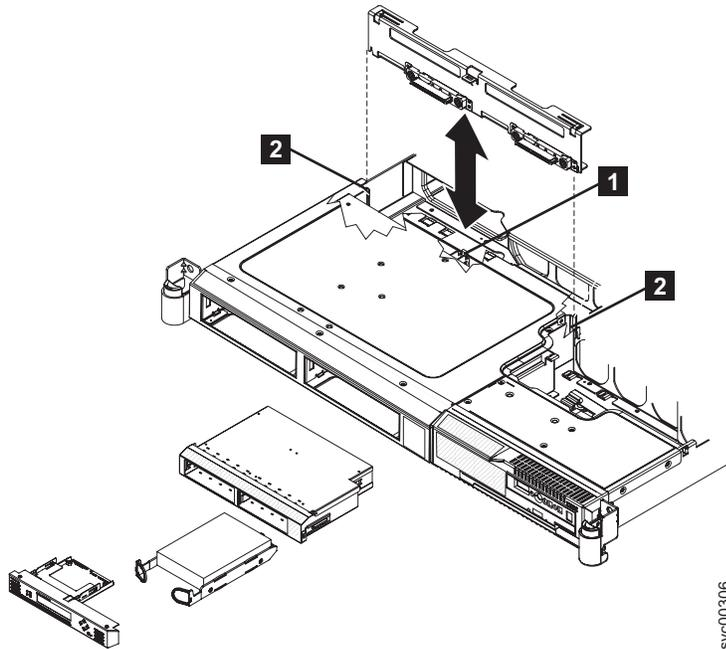

図 118. SAN ボリューム・コントローラー 2145-8G4 SATA ディスク・ドライブとバックプレーン
9. 図 118 に示すように、ロック・タブ **1** を押して、バックプレーンをノードから少し持ち上げます。電源ケーブルを取り外し、バックプレーンを取り外します。